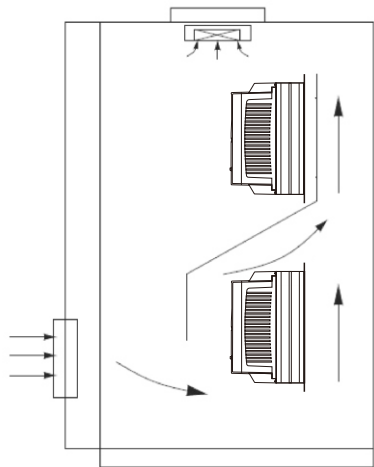

图3-2 多台变频器的安装
说明：当变频器上下安装时请安装图3-2所示的隔热导流板。
- 1) 垂直安装变频器，便于热量向上散发。但不能倒置。若柜内有较多变频器时，最好是并排安装。在需要上下安装的场合，请参考图3-2的示意，安装隔热导流板。